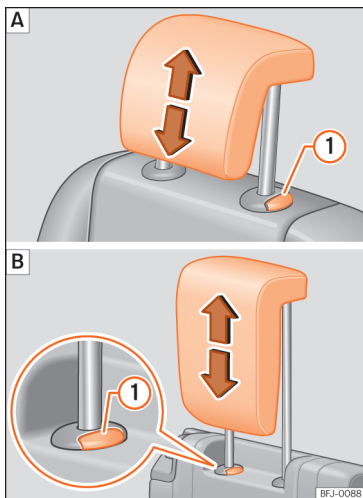

Рис. 96 Регулювання заднього підголівника.
дній підголівник, натискати кнопку >>> **рис. 96 ①** не потрібно (тільки коли опускаєте) >>> **⚠**